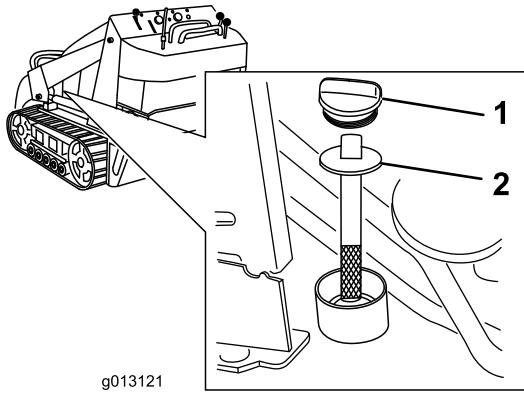

Figura 17
- Pulite la zona intorno al collo del bocchettone del serbatoio idraulico (Figura 17).
- Togliete il tappo dal collo del bocchettone e controllate il livello del fluido sull'asta di livello (Figura 17).